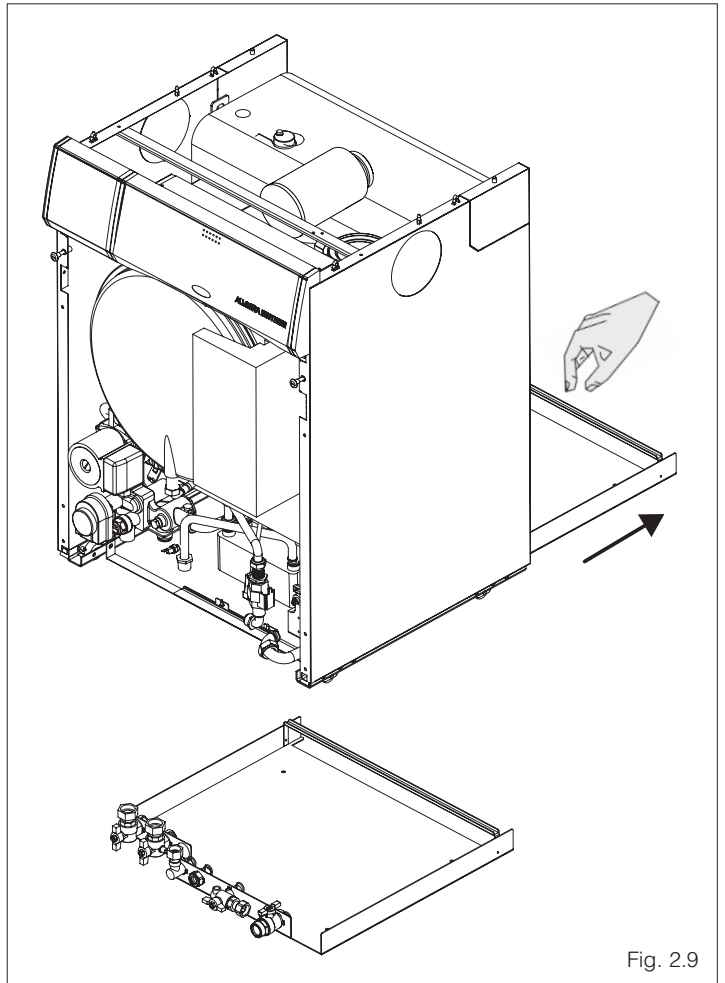

Fig. 2.9
- Estrarre la dima di premontaggio sfilandola dalla parte posteriore della caldaia (fig. 2.9).